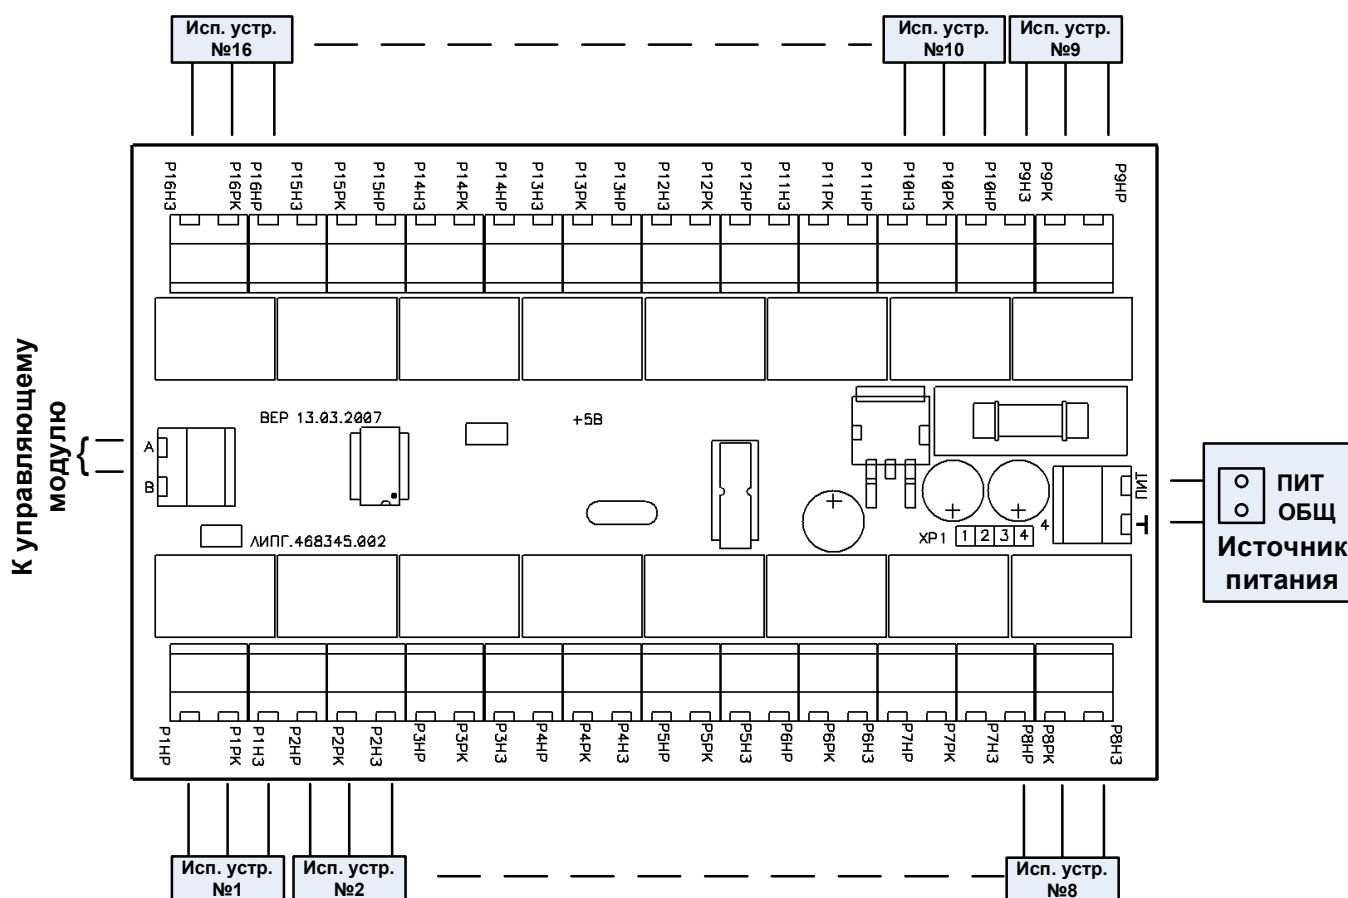

Рисунок 5.1 – Схема включения расширителя релейного РР
4.4 Исполнительные устройства подключаются к контактам реле с помощью монтажных колодок (рисунок 5.1). Контакты монтажных колодок имеют следующие обозначения:
Установка расширителя производится вблизи исполнительных устройств, подключение производится в соответствии со схемой (рисунок 5.1).